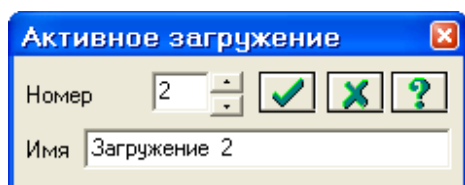

Рис.5.20. Диалоговое окно Активное загрузеие
- Смените номер текущего загрузки, вызвав диалоговое окно **Активное загрузеие** (рис.5.20) с помощью меню **Нагрузки** ⇒ **Выбор загрузки** (кнопка на панели инструментов).